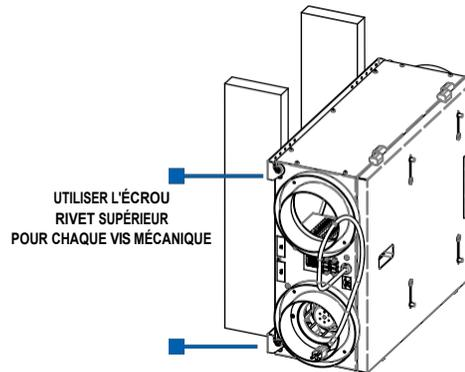

FIGURE 4.5.0 INSTALLATION VERTICALE
- En utilisant quatre des vis mécaniques 1/4-20 fournies par l'usine, placez un œillet sur chaque vis et installez les vis dans les écrous à rivets comme indiqué sur la figure 4.5.0. Appliquez une goutte de frein-filet sur chaque vis et laissez les vis desserrées pour faciliter l'alignement et l'installation de l'unité sur les deux supports.